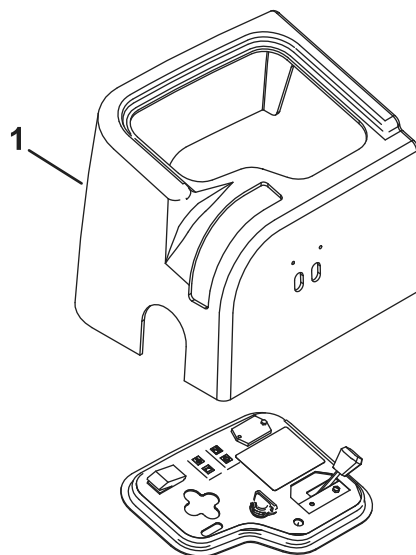

Figura 2
3. Togliete le 2 viti che fissano la copertura della consolle e togliete la copertura (Figura 2).